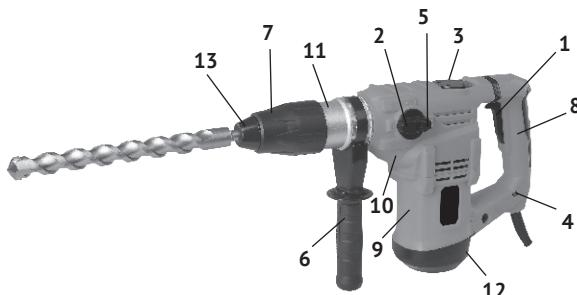

рис. 1
1.3 Перфоратор состоит из вертикально расположенного коллекторного двигателя в пластиковом корпусе (рис.1 поз.9) и металлического редуктора с кривошипно-шатунным механизмом, закрытых пластиковым корпусом (рис.1 поз.10). Крутящий момент с якоря электродвигателя через систему шестерён, передаётся на вал с патроном SDS – max (рис.1 поз.7), расположенный перпендикулярно оси двигателя. Кривошипно-шатунный механизм приводит в действие ударный узел перфоратора. В нижней части рукоятки находится индикатор сети (рис.1 поз.4).
В зависимости от вида выполняемой работы, в патрон SDS – max вставляется необходимая насадка (пика, долото, сверло) с соответствующим хвостовиком. Дополнительная рукоятка (рис.1 поз.6) хомутом крепится на корпусе ствола (рис.1 поз.11). Фиксируется, закручиванием рукоятки по часовой стрелке, в любом положении (от 0° до 360°), что удобно пользователю, как «правше», так и «левше».
1.4 Клавиша выключателя (рис.1 поз.1) расположена в передней части рукоятки, крепящейся: к корпусу двигателя – нижней частью и к корпусу редуктора – верхней частью. Включение/отключение инструмента осуществляется нажатием/отпусканьем
Сверху, на корпусе редуктора расположено окно смазки редуктора, закрытое крышкой (рис.1 поз.3). Перед каждым использованием инструмента, ключом (входит в комплект поставки) отвернуть крышку, проверить наличие смазки на кривошипно-шатунном механизме, при необходимости добавить из ёмкости, входящей в комплект.
Слева на корпусе редуктора расположен переключатель режимов работы (рис.1 поз.2). Он фиксируется в одном из трёх положений, отмеченных символами: «сверло с молотком» - сверление с ударом, «молоток» - долбление (без вращения) и символ «кружок» - стопор ствола. Нажав фиксатор (рис.1 поз.5) в торце ручки переключателя, поворотом ручки со стрелкой, совместить с нужным символом. Достигнув нужного положения, фиксатор возвращается в исходное положение, закрепляя ручку в выбранном положении.
Общий вид перфоратора представлен на рис. 1
При замене рабочих насадок следите за тем, чтобы колпачок (рис.1 поз.13), защищающий патрон от попадания пыли, не был повреждён.
- установить хомут на цилиндрическую часть корпуса ствола (рис.1 поз.11);
- при работе в режиме сверление с ударом, переключатель (рис.1 поз.2) в положении «сверло с молотком»;
- при работе в режиме долбление, переключатель (рис.1 поз.2) в положении «молоток».
- при замене насадок в патроне переключатель (рис.1 поз.2) в положение «кружок»
3.2 Для замены щёток необходимо открутить крышку корпуса двигателя (рис.1 поз.12). Щётки следует заменять парой для обеспечения равной степени их давления на коллектор якоря.